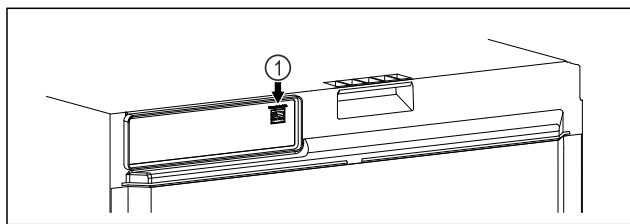

Fig. 108
☐ SmartModule Fig. 108 (1) ist eingesetzt.